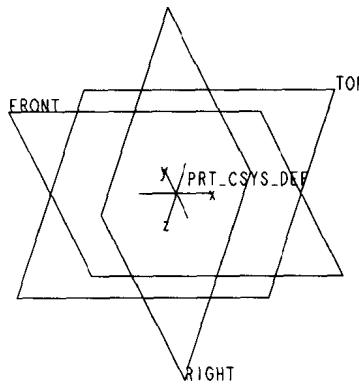

图1.1
1. 开始创建三维模型前先创建 3 个缺省的基准坐标系 (Datum coordinate system) PRT_CSYS_DEF 及基准平面 (Datum plane) RIGHT、TOP、FRONT，如图 1.1 所示，其作用如下：